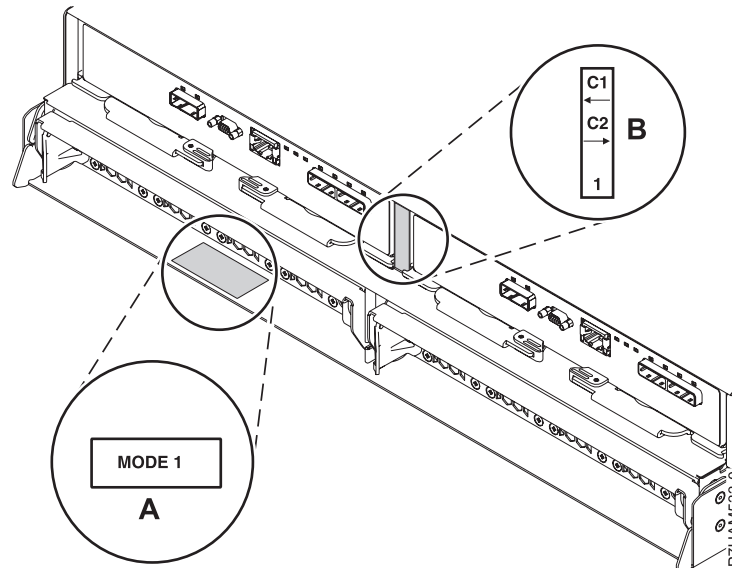

Figure 27. Emplacements des autocollants de mode à l'arrière du boîtier d'unité de disque 5887
- b. Confirmez le mode défini en usine du boîtier d'unité de disque 58/87 en utilisant les informations imprimées sur les autocollants situés à l'arrière du boîtier. Les autocollants sont apposés sur le panier inférieur gauche du châssis (A) et sur le support central situé entre les modules ESM (B). Ils indiquent si le boîtier est défini sur le mode 1, le mode 2 ou le mode 4, comme illustré à la figure 27.